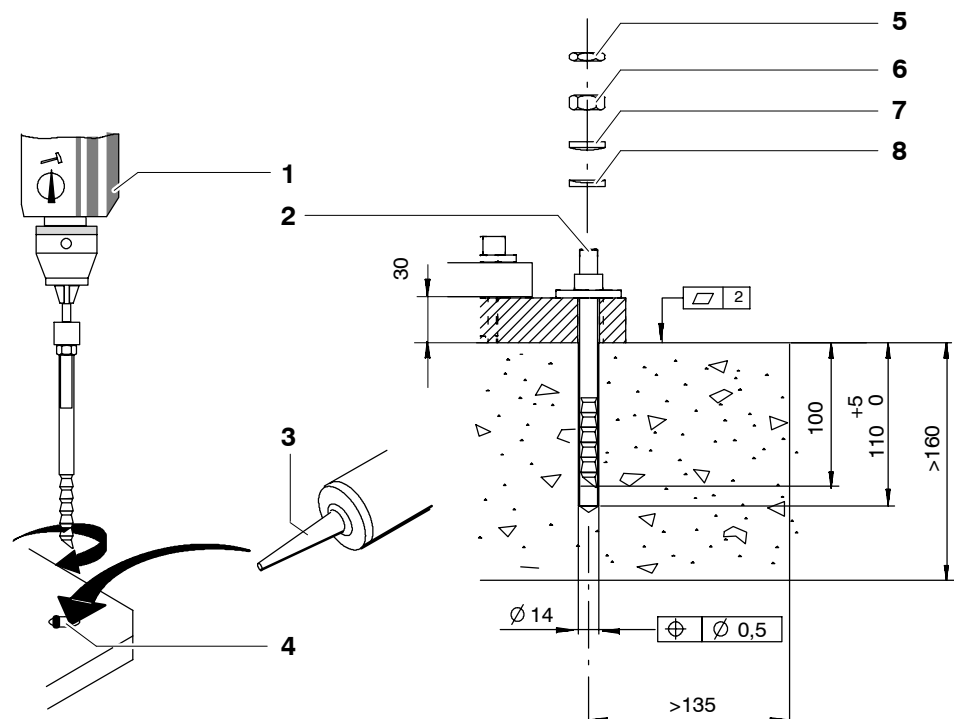

Fig. 57 Fixation du robot avec gargousse
- (6) Percer six trous pour les chevilles (Fig. 57/4) dans les fondations en passant par les trous des plaques de fondation. Profondeur de perçage dans le béton : 110 mm.
- (7) Nettoyer les trous pour les chevilles. Pour ce faire, souffler dans le trou, le brosser puis souffler à nouveau.
- (8) Remplir le trou de cheville avec le mortier (8 graduations dans la gargousse de mortier) puis insérer immédiatement l'ancrage (2). Le trou de cheville doit être entièrement rempli. Si cela n'est pas le cas, tirer immédiatement la cheville, rajouter du mortier et insérer à nouveau la cheville.
- (9) Répéter l'opération d'insertion avec les chevilles restantes.
- (11) Insérer une rondelle (8) avec coussinet sphérique (vers le haut) et une rondelle à portée sphérique (7) par ancrage (Fig. 57/2) puis visser un écrou hexagonal (6).
- (12) Serrer les écrous hexagonaux (6) en croix avec une clé dynamométrique. Augmenter progressivement le couple de serrage jusqu'à 40 Nm.
- (13) Monter et serrer les écrous de blocage (5) ; $M_A = 40 \text{ Nm}$.
- (14) Doter le malaxeur stationnaire d'un flexible de remplissage et remplir entièrement avec du mortier le trou de passage de la rondelle (8) avec coussinet sphérique.
- (15) Après 100 heures de service, resserrer les écrous hexagonaux.